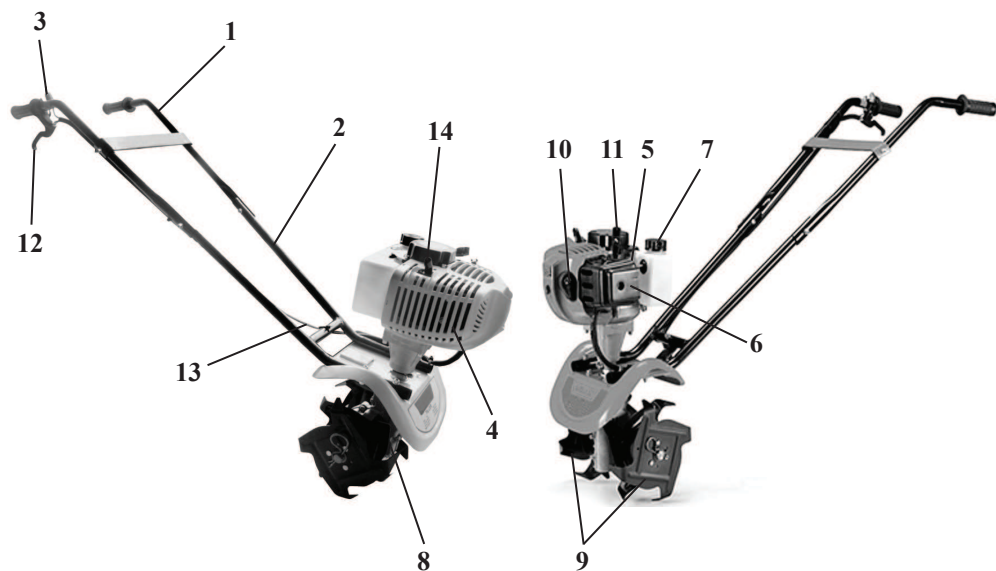

рис.1
Общий вид культиватора схематично представлен на рис.1
а) Переведите выключатель зажигания (рис. 1 поз. 3) в положение “ON”;
б) Переведите рычаг воздушной заслонки (рис. 1 поз. 5) вверх в положение “Полностью закрыта”;
в) Несколько раз (обычно 2-3) сначала плавно (выбирая свободный ход шнура стартера), а затем энергично потяните шнур стартера за рукоятку (рис. 1 поз. 11) до тех пор, пока не убедитесь, что двигатель запустился;
д) Переведите рычаг воздушной заслонки (рис. 1 поз. 5) вниз в положение “Полностью открыта”.
7.1.3 Запуск “горячего двигателя”. При запуске прогретого двигателя нет необходимости полностью закрывать воздушную заслонку. Перед запуском прогретого двигателя установите рычаг воздушной заслонки (рис. 1 поз. 5) в положение “Частично закрыта” - среднее положение между “Полностью закрыта” и